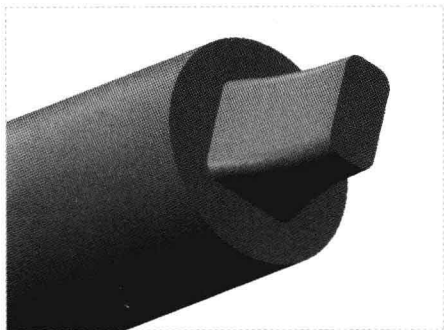

图 15-7 创建倒圆角特征
Step 06 单击“应用并保存在工具中所做的所有更改，然后关闭工具操控板”按钮, 完成倒圆角特征的创建，如图 15-7 所示。